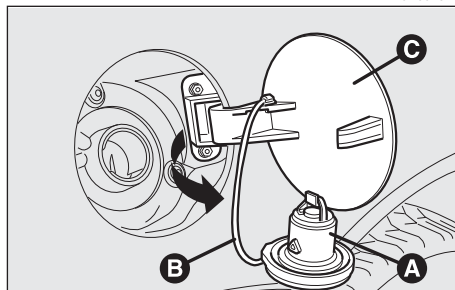

fig. 177
Il tappo serbatoio carburante (A-fig. 177) è provvisto di dispositivo anti-smarrimento (B) che lo assicura allo sportello (C) rendendolo imperdibile.